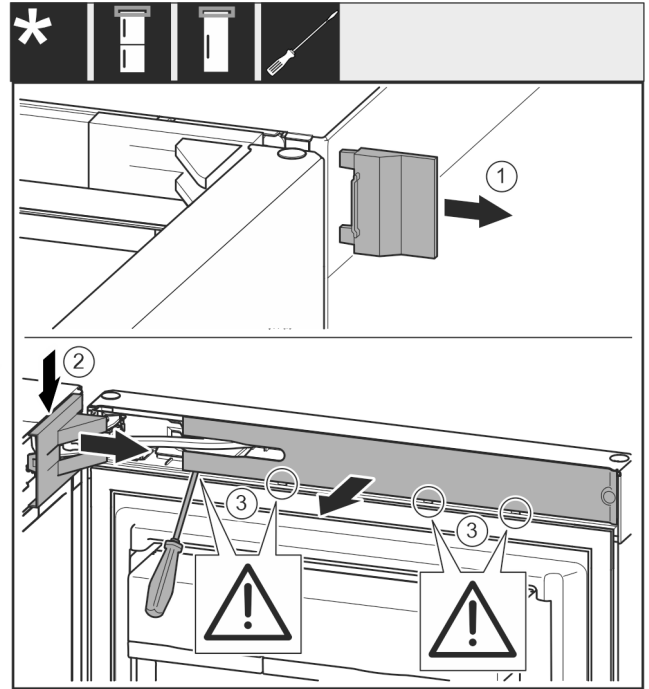

Fig. 12
- ▶ 取下盖板 Fig. 12 (1)。
- ▶ 拆卸并松开托架盖 Fig. 12 (2)。
- ▶ 取下托架盖 Fig. 12 (2)。
- ▶ 使用带槽螺丝刀松开隔板 Fig. 12 (3)并把它转到一边。